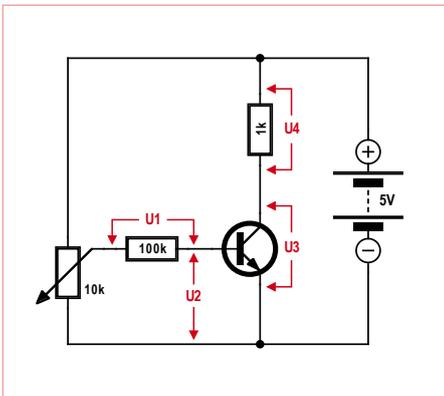

Bild 1. Der Messaufbau.
**Bild 1** zeigt unseren Messaufbau. Mit dem Poti am Eingang der Schaltung soll die Eingangsspannung in kleinen Schritten zwischen Null und 5 V verändert werden. Bei jeder Einstellung werden die vier Spannungen U1 bis U4 gemessen und notiert. Daraus lassen sich dann die Ströme und der Verstärkungsfaktor V ableiten. Die **Tabelle** zeigt ein